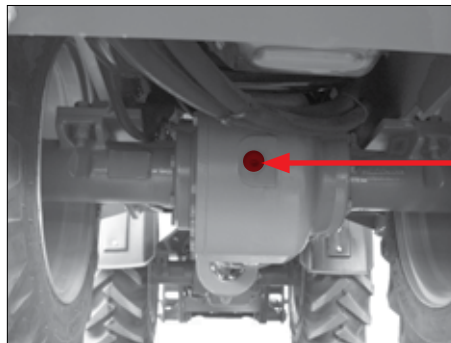

Fig. 119
4. Skru den indvendige sekskantskrue pos. a (Fig. 119) ud.
7. Skru den indvendige sekskantskrue pos. a (Fig. 119) i igen.
5. Skru de indvendige sekskantskruer pos. a ud (Fig. 119), så olien hurtigere løber ud!
2. Fyld ny drevolie i akse gennem åbningen pos. a (Fig. 119).
4. Skru den indvendige sekskantskrue pos. a (Fig. 119) på differentialehuset i igen.